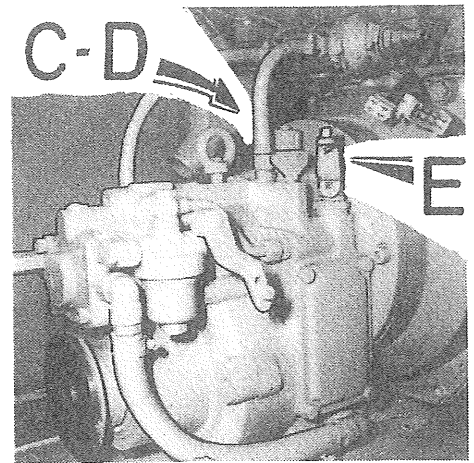

Fig. 30
1. Løs returslangen (fig. 30, pos. C) og skru ut nippelen D. Vri slangen tilside.
2. Sett omstyringsarmen (E) i bakre stilling som vist. Omstyringsveiven er da i forreste stilling og gir plass for nedføring av sumpumpen.
VIKTIG: Manøverhendelen (E — fig. 30) må ikke beveges uten at motoren er igang — se side 14.
3. Sett sumptømmepumpen ned i gearhussumpen, gjennom åpning for nippelen (D). Påse at slangen når ned i bunnen. Pump oljen ut og over i en tom boks. Tørn motor litt for hånd slik at kjøleren tømmes.
4. Fyll 2,6 liter ren smøreolje av riktig kvalitet gjennom nippelhullet (D) (eller gjennom hullet for avlufts-ventilen).
5. Skru fast nippelen (D — fig. 30) og skru returslangen (C) på plass igjen. Start motoren og kontroller at der ikke er lekkasje rundt filteret og nippelen D.
1. Unscrew return hose (fig. 30, pos. C) and nipple D. Turn the hose away from the nipple hole.
2. Move operating lever (E) into rear position, as shown. The internal pitch control shaft is then in forward position, permitting the drain pump to be inserted.
IMPORTANT: Do not move operating lever (E — fig. 30) before engine is running — see page 14.
3. Insert sump oil drain pump through nipple hole (D). Check that the hose is passing down into the gearbox sump. Pump the oil out and into an empty can. Turn engine by hand to drain oil cooler.
4. Fill 2,6 litres of clean lubricating oil of correct grade through nipple hole (D) (or through the breather valve hole).
5. Replace nipple (D — fig. 30) and screw home return hose (C). Start engine and check filter seal and return hose for leakage.